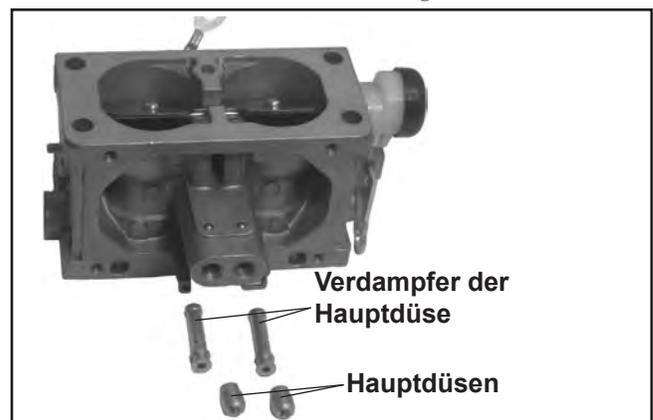

Abbildung 5-24. Hauptdüsen und Hauptzerstäuber entfernt.
- Mit einem Schlitzschraubenzieher entsprechender Größe vorsichtig die beiden Hauptdüsen des Vergasers entfernen. Die Positionen der Düsen notieren und kennzeichnen, damit die erneute Montage korrekt erfolgen kann. Je nach Größe/Seite können spezifische Hauptdüsen vorhanden sein. Nach der Entfernung der Hauptdüsen können die Hauptzerstäuber entlang des Bodens der Haupttürme entfernt werden. Die Ausrichtung/Richtung der Zerstäuber notieren. Das Ende mit den beiden erhöhten Schultern muss sich außen/unten nahe an den Hauptdüsen befinden. Alle Teile für die Reinigung und den erneuten Einbau zurückstellen. Siehe Abbildung 5-24.